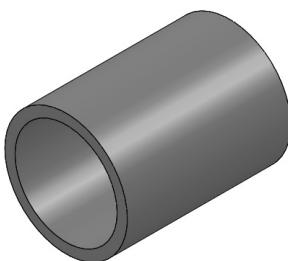

图 5-90 零件实体模型
- [1] 打开初始文件“Z5L14.prt”，零件实体模型如图 5-90 所示。